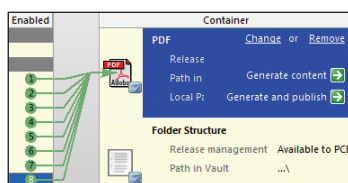

Рис. 24. Указание сразу нескольких заданий, которые должен выводить контейнер
- Если нужно вывести сразу несколько заданий, то необходимо указать их все (рис. 24). Номера заданий определяют последовательность их вывода.